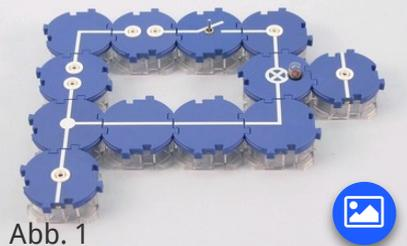
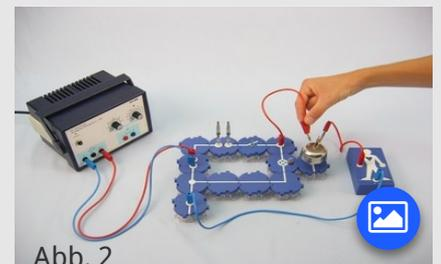

Abb. 1
Abb. 2
- Bau den Versuch nach den Abb. 1 und Abb. 2 auf. Spannen den Eisendraht (Sicherheit) mit Hilfe von Krokodilklemmen auf den Doppelsteckern ein. Die Krokodilklemmen dürfen sich dabei nicht berühren.